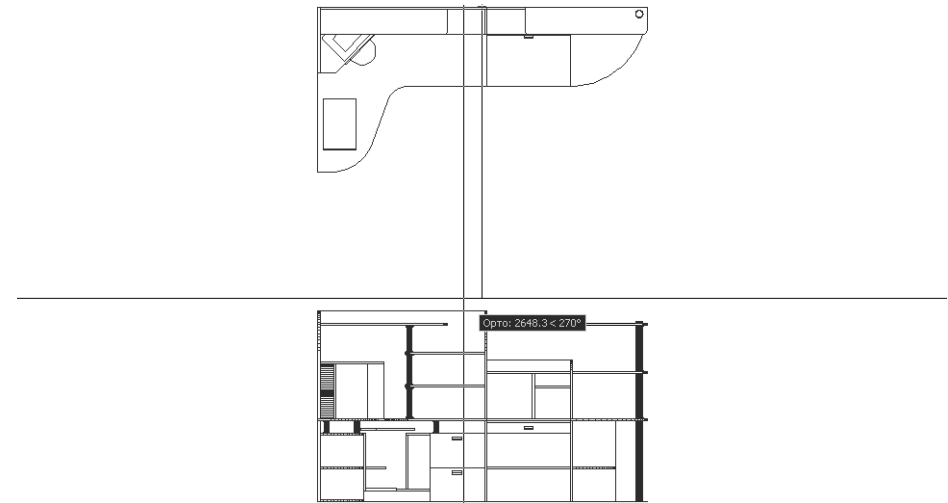

Рис. 10.2 ▼ Создание вспомогательной вертикальной линии
1. Начертите вертикальную линию, начинающуюся от средней точки верхней горизонтальной линии контура задней стенки и заканчивающуюся примерно возле верхней границы главного вида (рис. 10.2).